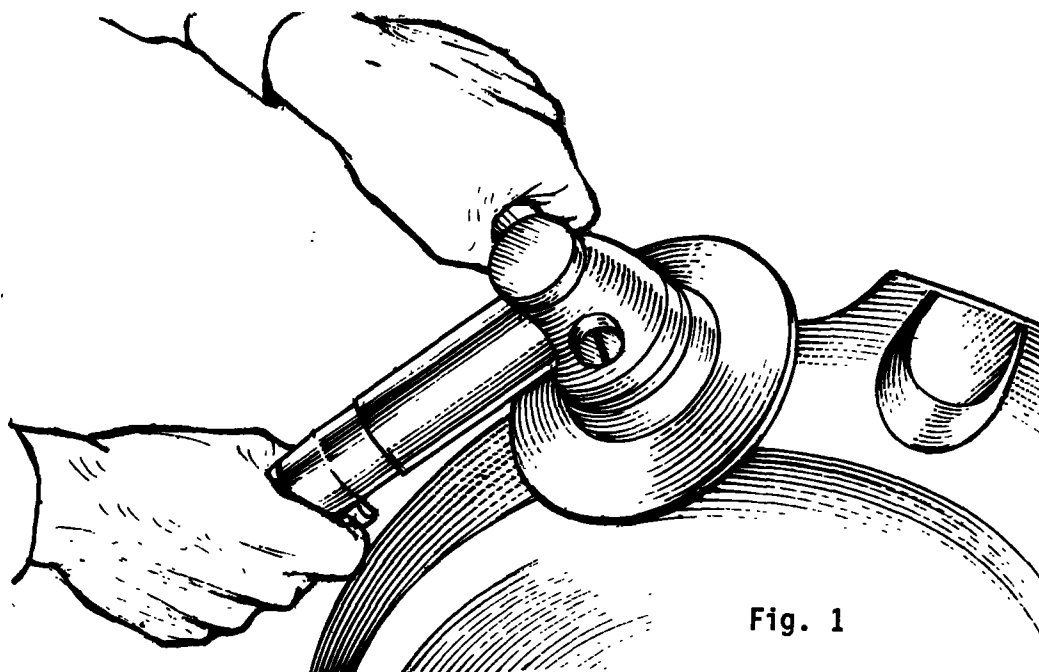

Fig. 1
- c Incline la máquina para que coincida la planitud de la lámina a pulir con la zona de trabajo del disco pulidor (fig. 1).